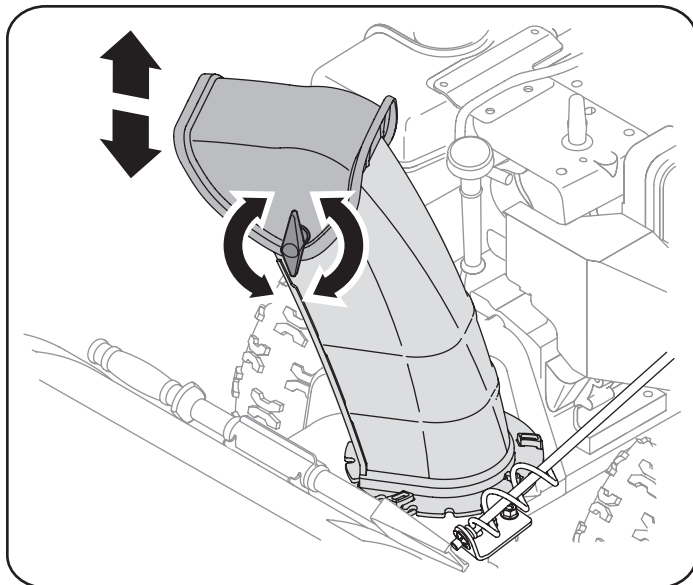

Figura 8
2. Gire el canal hacia arriba o hacia abajo antes de apretar la perilla a mariposa. Vea la figura 8.